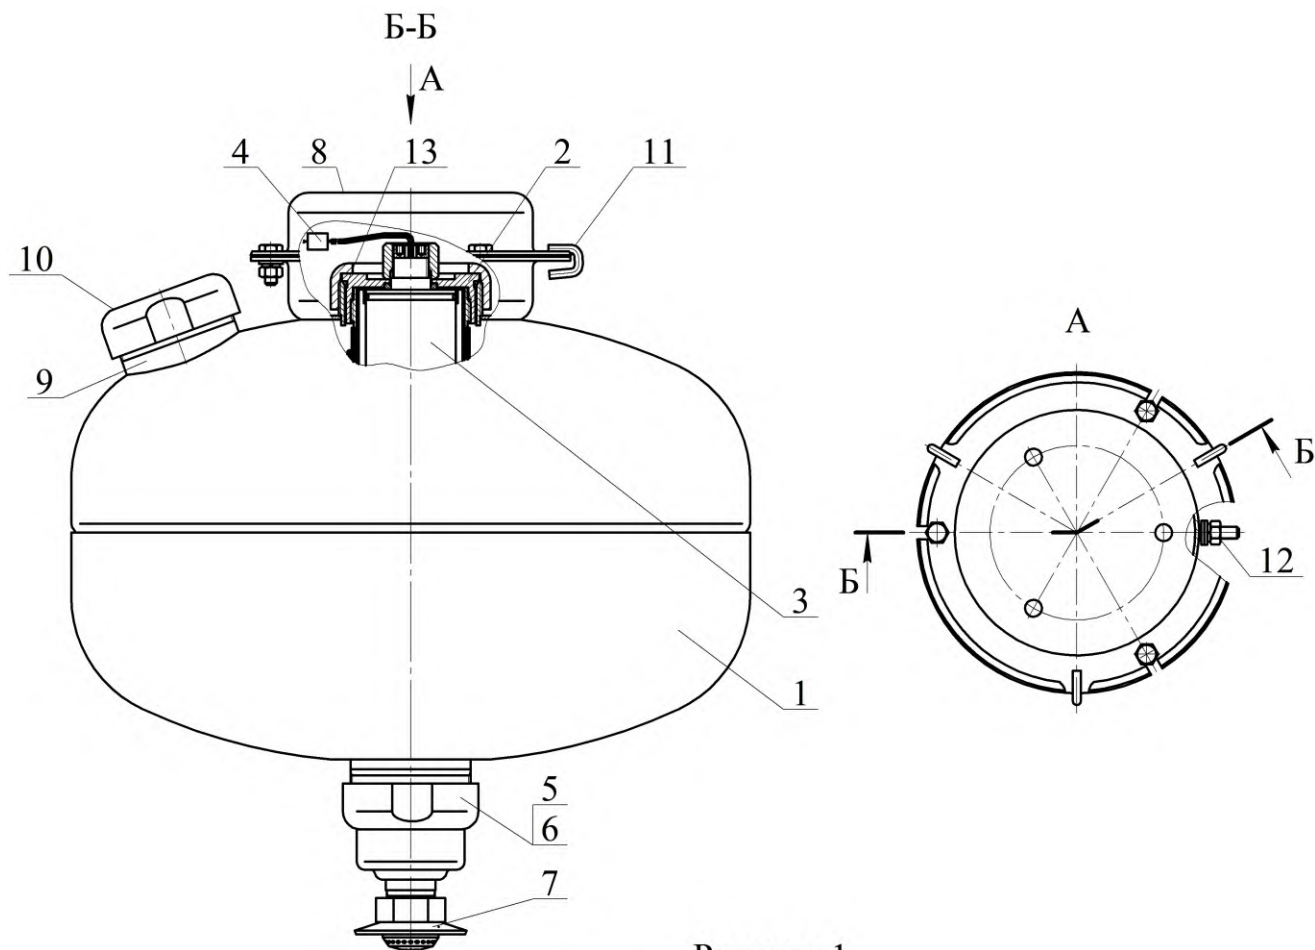

Рисунок 1
4.1.1 МУПТВ (см. рисунок 1) состоит из корпуса **1**, заправленного ОТВ, в котором размещено газогенерирующее устройство **2**.
4.2.1 После подачи электрического импульса на выводы элемента электропускового **4** (см. рисунок 1) ИХГ **3** генерирует газ, который создает давление внутри корпуса МУПТВ для вскрытия мембраны **5** и выпуска через насадок-распылитель **7** в зону горения тонкораспыленной струи ОТВ.
6.3 Закрепить кронштейн **8** (см. рисунок 1) на потолке. Координаты отверстий в кронштейне приведены на рисунке 6.
6.5.1 Подготовка ОТВ для МУПТВ-13,5-ГЗ-ВД($t^{\circ}\text{C} = +5_{\text{п}}$): залить в отверстие верхней горловины **9** (см. рисунок 1) воду (питьевую либо дистиллированную) (температура воды должна быть плюс ($15...25$) $^{\circ}\text{C}$) объемом $11,8^{+0,2}$ дм³. Открыть упаковки с жидкими добавками к воде и залить их в отверстие верхней горловины **9**.
6.5.2.3 Полученный раствор ОТВ залить в отверстие верхней горловины **9** (см. рисунок 1). Для окончательного приготовления ОТВ открыть упаковку (упаковки) с жидкими добавками и залить их в отверстие верхней горловины **9**. Установить в отверстие горловины предохранительный клапан **10**. Сверху закрутить гайку до упора.
6.6 На выпускную горловину гайки **6** (см. рисунок 1) накрутить до упора насадок-распылитель **7**.
7.4 Комплект поставки для перезарядки МУПТВ (см. рисунок 1):